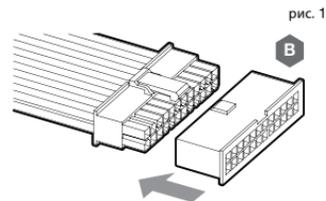

рис. 1
1. Отсоедините силовые кабели блока питания от всех компонентов компьютера, за исключением 4-контактного разъема питания Molex блока XD7 RGB. Убедитесь, что блок питания отключен, либо из розетки, либо через выключатель на задней панели блока питания. Подключите прилагаемый ATX 24-контактный стартер блока питания к 24-контактному ATX-кабелю блока питания. Это позволит Вам включить питание блока XD7 RGB без включения ПК (Рис. 1).